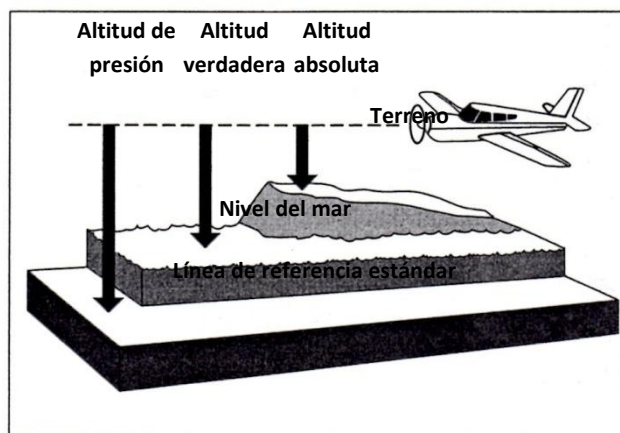

Figura 3-4. Tipos de altitud
**Altitud:** Es la distancia vertical entre un nivel, punto u objeto considerado como punto y el nivel medio del mar (MSL) y diferentes términos se identifican según el nivel de referencia usado (ver figura 3-4).